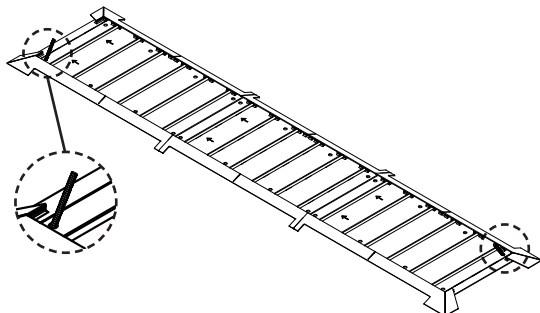
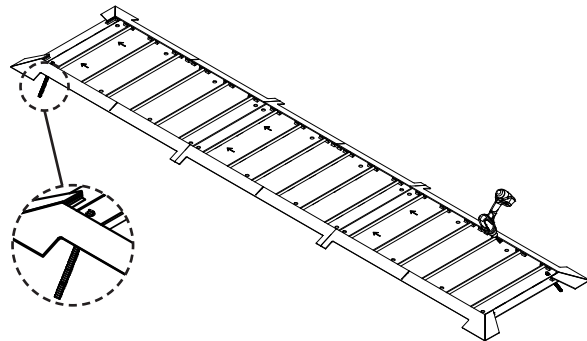

Figura 32
Figura 34
1. Perfore dos (2) agujeros en las esquinas adyacentes de la placa de piso, luego instale (2) pernos de anclaje en los mismos agujeros perforados para mantener las placas en su posición. Consulte las **Figura 32 a Figura 34**.